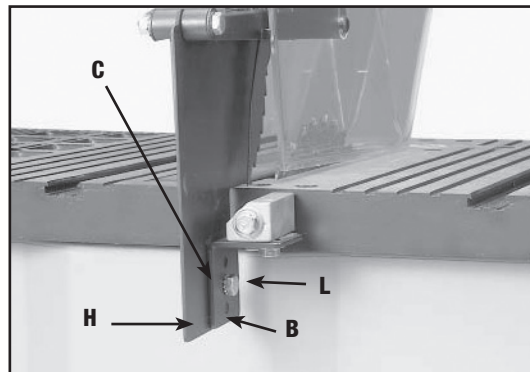

Fig. 14
6. Fije el separador (H), Fig. 14, a la abrazadera del soporte del separador (B). Coloque una arandela de bloqueo de diente externo de 6,35 mm [1/4"] y una arandela plana M6.4 en un tornillo de cabeza hexagonal M6 x 1 x 20 mm (L).